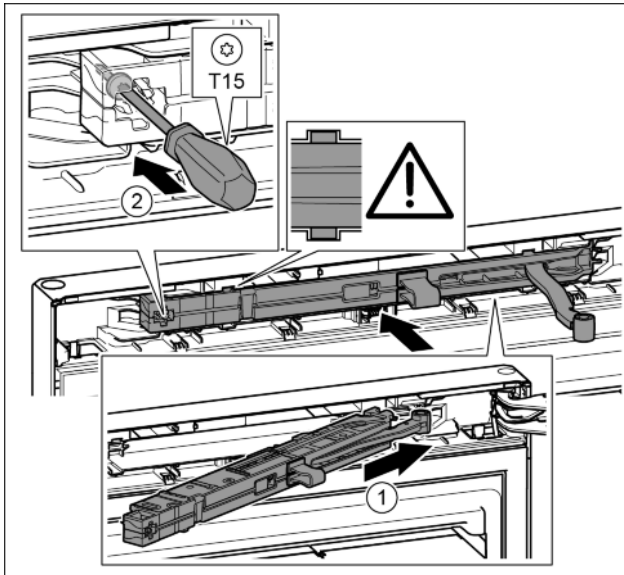

Fig. 21
- ▶ Introduire à fond l'amortisseur de fermeture du côté du support de palier dans la rainure en l'inclinant. Fig. 21 (1)
- ▶ Serrer la vis avec un tournevis T15. Fig. 21 (2)